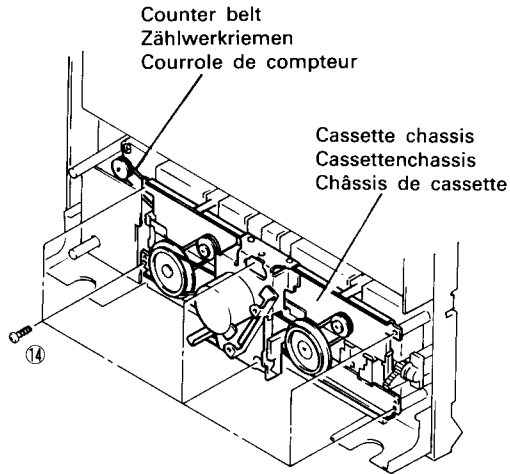

Fig. 7 Abb. 7
- Cassette Chassis (Fig. 7)**
10. Cassettenchassis (Abb. 7)
10. Châssis de cassette (Fig. 7)